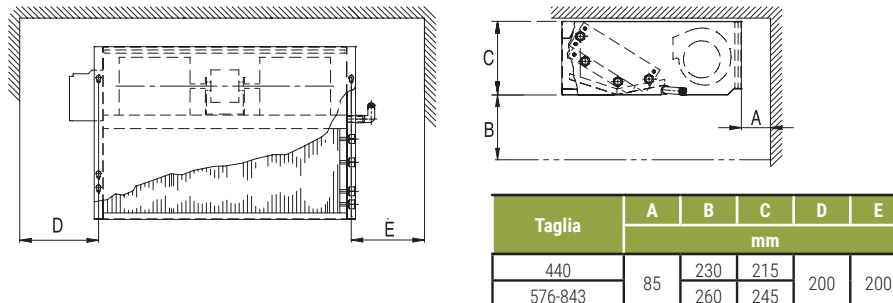

Fig. 2 Misure vani tecnici per modello incasso (vista superiore e laterale)
Essendo l'unità ventilconvettore dotata di uno scambiatore ad acqua, fare attenzione che le condizioni di funzionamento non comportino temperature ambiente prossime a 0 °C, poiché possono causare formazione di ghiaccio nelle tubazioni dello scambiatore, con conseguenti pericoli di rottura delle tubazioni stesse. Nel caso in cui tale pericolo sia possibile, durante il periodo di inattività dell'apparecchio, si raccomanda di far eseguire lo svuotamento totale della batteria di scambio servendosi delle apposite valvole e/o raccordi predisposti (v. All. 4 - Fig. 2).
- una distanza minima tra soffitto strutturale e controsoffitto di almeno 445 mm e tra le pareti del ventilconvettore ed eventuali corpi adiacenti di almeno 200 mm (v. Fig. 2 per modello ad incasso);
Dopo l'allacciamento ed il riempimento della batteria di scambio del ventilconvettore provvedere allo sfiato dell'aria residua aprendo la valvola di sfiato situata nel punto più alto dell'apparecchio, in prossimità degli attacchi esterni (v. Allegato 4, Fig. 2). Prima dell'avviamento dell'impianto controllare: la corretta apertura delle valvole, l'assenza di perdite d'acqua dalle varie tubazioni, che la condensa venga evacuata correttamente versando dell'acqua nella bacinella (v. Allegato 1), il corretto funzionamento dei vari organi di regolazione e controllo.